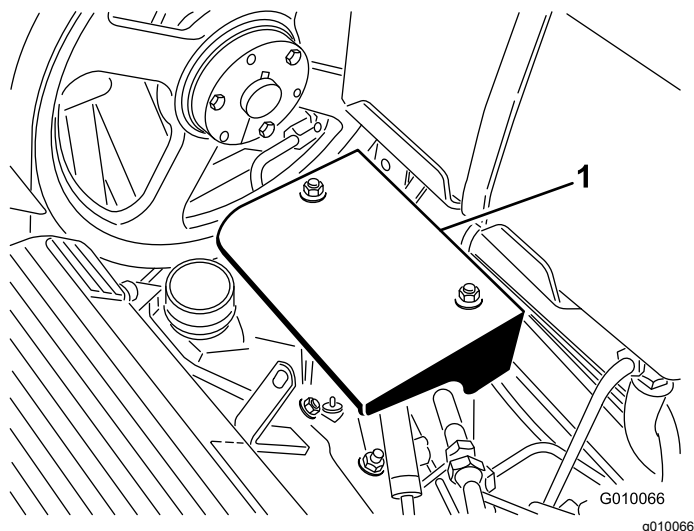

**Figura 56**
2. Sbloccate e togliete il copricinghia (Figura 56).